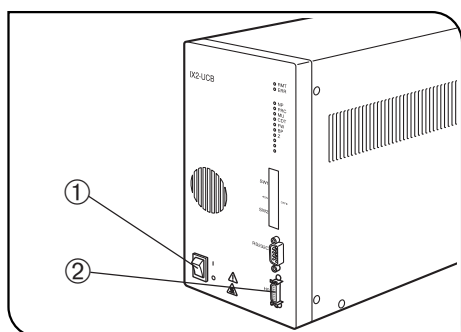

Fig. 4
▲ Veiller à ce que le commutateur principal ① soit positionné sur “O” (Arrêt) avant de connecter les câbles du clavier de commande (et d'autres modules) et le cordon d'alimentation. (Fig. 4)
1 Connecter le câble du clavier de commande (Fig. 4)